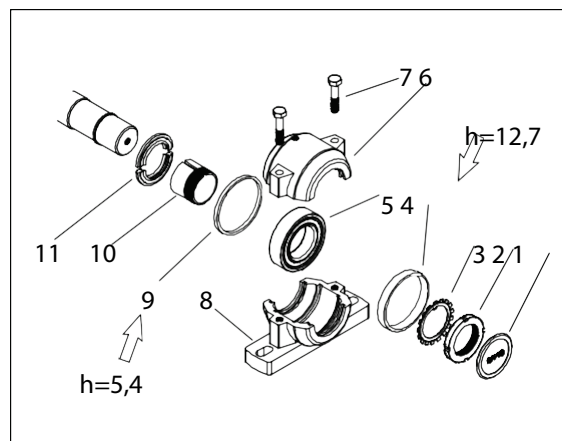

Bild 7a. Lager på matartrattens sida
2. Avlägsna fästskruvarna M10 (7) och de övre lagerhusen (6).
5. Vänd bort säkringsbrickans (3) flik från skåran på axelmuttern och öppna axelmuttern.
6. Ta bort axelmuttern, säkringsbrickan, passringen (4), lagret (5), passringen (9) och ansättningsbusningen (10).
7. Montera ansättningsbusning, passring (9) och lager på axeln. Notera tjockleken på passring 9. Se bild 7a.
11. Böj in en av säkringsbrickans flikar (3) i en skåra på axelmuttern.
12. Montera den andra halvan av dammskyddet och ändplattan i lagerhuset. Montera passringen (4) på axeln.
1. Öppna lagerhusets lock, se lagerhusets monteringsritning, (bild 7a). Avlägsna gammalt fett så noga som möjligt och tillsätt nytt fett. Fyll dock inte lagerhuset helt.